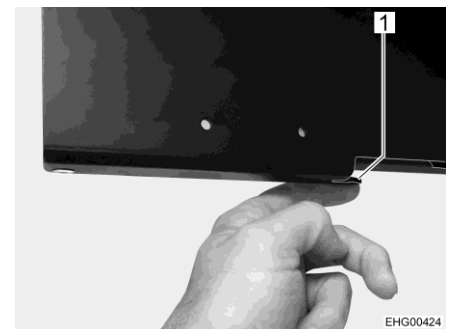

Bild 95 Låsa upp svängmekanismen
- För att vrida den platta bildskärmen till önskat läge: Tryck på den svarta spaken (Bild 95,1) nedtill på utdragsplattan och vinkla den platta bildskärmen.